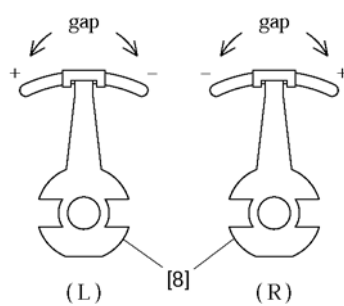

图 3-4 调节轴套
- (6) 利用小插杆调节间隙为 0.30 - 0.35mm。(图 3-4)
- (7) 固定字车[4]位置于字车中间位置距离右边的滚筒组件[5]55mm, 并测量间隙和调校以同一方法。
- (8) 如需要, 重复程序 4-6 再测量间隙及调校。
- (9) 松开后角[2]。
- (10) 将金属档片[1], 后角[2]及上盖装上。